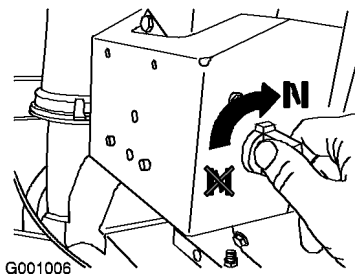

Figura 21
4. Girate lo starter in posizione On (Figura 21).